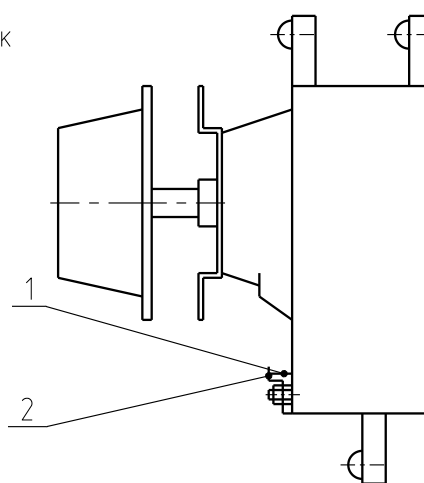

рис.10
6) если датчик-реле температуры В2 выйдет из строя и температура воздуха в шкафу повысится до 350°C, сработает датчик-реле (термоограничитель) В1, при этом его контакты размыкаются, тем самым отключая электронагреватели Е4...Е7 (рис.10, поз.2).